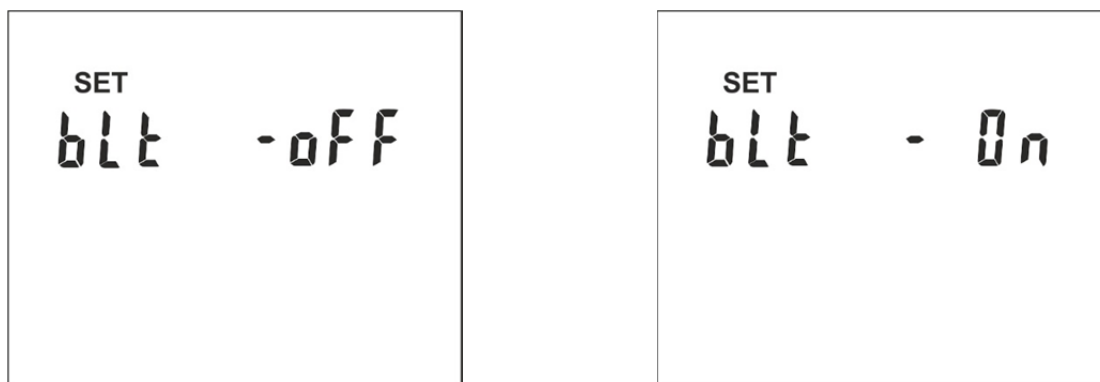

Fig. 4: Configuração da retroiluminação do display
3. Premir os botões seta ← ou → para passar à configuração da retroiluminação do display. O ecrã de Fig. 4 – parte esquerda é apresentado no display